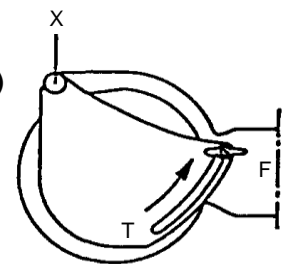

Fig. 7.7 – Réglage de la butée de profondeur
Les machines sont équipées d'une butée de profondeur réglable (T), voir *fig. 7.7*.